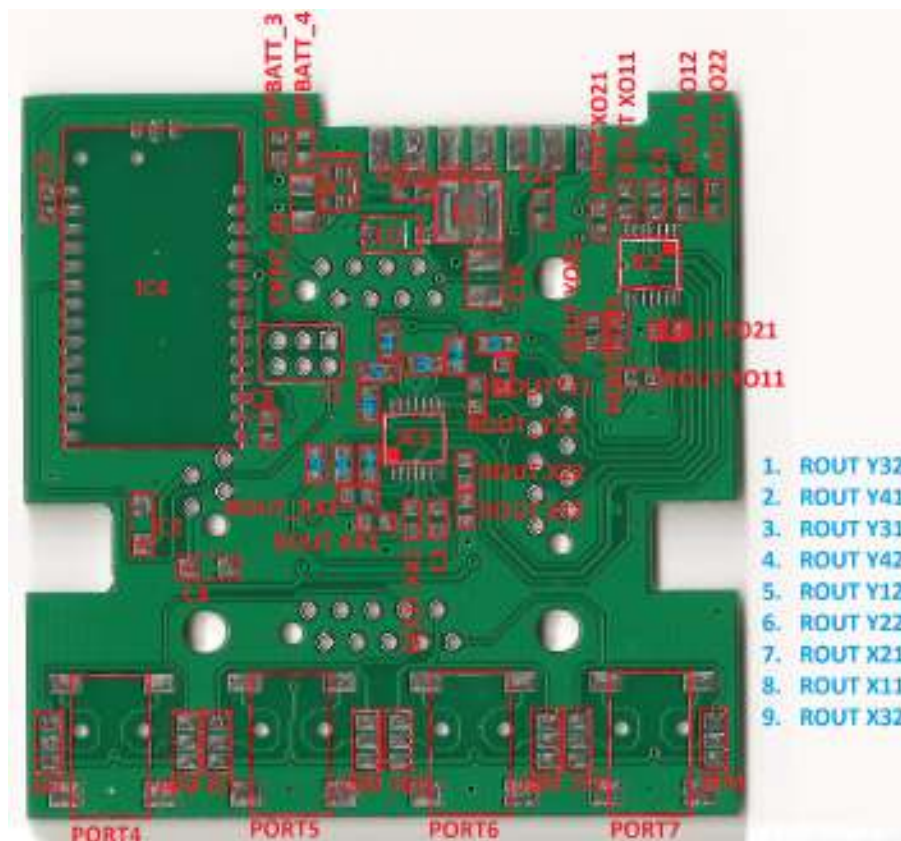

Figura 1.2: Lato B
- Ripetere quanto suddetto anche per il lato B (Figura 1.2) della scheda, infine, come ultima cosa montare i connettori (micromatch, jack e DB15) con il saldatore discreto
In Figura 1.2 si può vedere come i vari componenti sono disposti sul lato B della scheda. Le Tabelle 1.5 e 1.6 raccolgono i riferimenti per il montaggio.